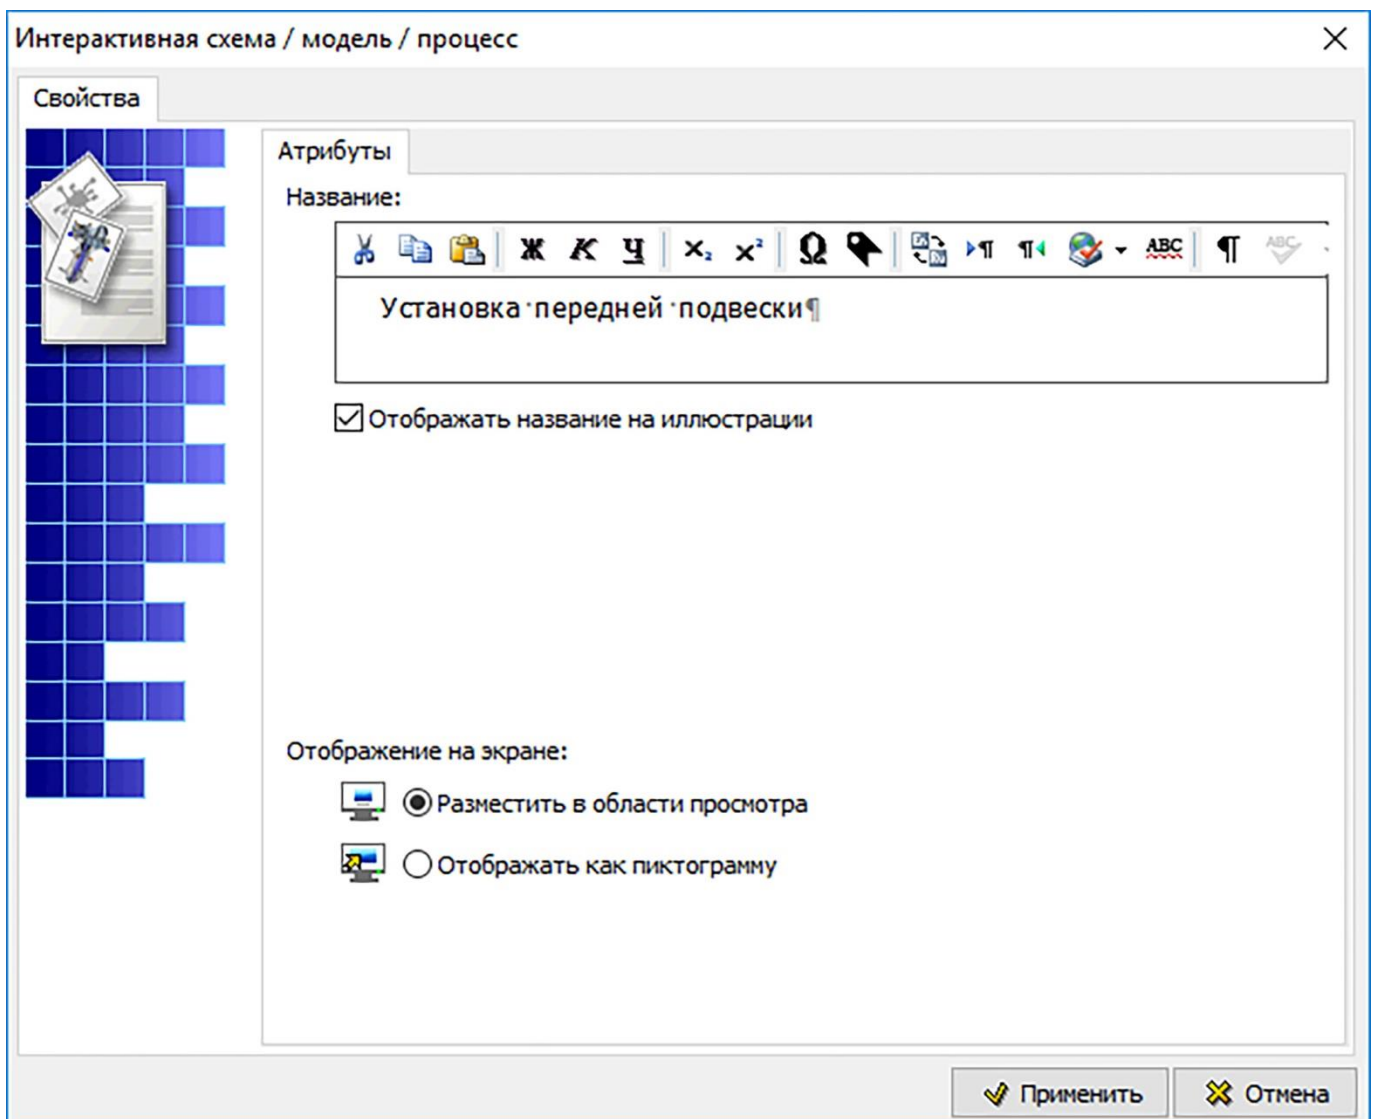

Рисунок 458
2) Кликните по кнопке **XVL модель** . При этом откроется окно для ввода параметров 3D модели (рисунок 458). Введите название 3D модели.